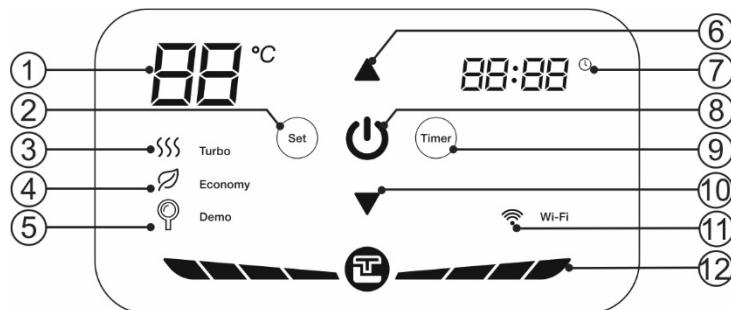

Рисунок 3. Панель управления
Рисунок 3: 1 – указатель температуры, 2 – кнопка «Set», 3 – индикатор «Turbo», 4 – индикатор «Economy», 5 – индикатор «Demo», 6 – кнопка «▲», 7 – указатель времени, 8 - кнопка «I/O», 9 – кнопка «Timer», 10 – кнопка «▼», 11 – индикатор «Wi-Fi» (опционно для моделей Wi-Fi), 12 – индикатор нагрева.
Включение/выключение ЭВН осуществляется кнопкой «I/O» на панели управления (Рис. 3, п.8), при этом на светодиодный индикатор показывает заданную температуру нагрева. Режим «Turbo» включается автоматически, при этом максимальная мощность составляет 2000 Вт. В процессе эксплуатации ЭВН потребитель может выбирать температуру нагрева при помощи двух клавиш «▲» «▼» (Рис. 3, п.6 и п.10). При кратковременно нажатии клавиш значение температуры будет изменяться на 1 градус в секунду, при долговременном нажатии – на 5 градусов в секунду. Диапазон регулировки температуры составляет от 30°C до 75°C, а температура по умолчанию составляет 75°C. Нажмите кнопку «Set», чтобы переключить ЭВН в экономичный режим «Economy». При переходе в экономичный режим включается индикатор экономичного режима, и температура будет заблокирована на значении 55°C при мощности нагрева 1300 Вт. В экономичном режиме температуру нельзя регулировать вручную. Нажмите кнопку «Set» снова, чтобы выйти из экономичного режима.
1. Установка времени включения. указатель времени (Рис. 3, п.7) должен светиться. Нажмите кнопку «Set», установить значение ЧАСЫ с помощью кнопок «▲»
«▼» (Рис. 3, п.6 и п.10). Кратковременное нажатие изменяет значение +1/-1, длительное нажатие - +5/-5. Диапазон значения ЧАСЫ: 0-23. Повторно нажмите «Set», установите значение минуты таким же способом.
2. Установка времени выключения. После установки времени включения нажмите кнопку «Set», иконка должна мигать. Нажмите кнопку «Set», установить значение ЧАСЫ с помощью кнопок «▲» «▼» (Рис. 3, п.6 и п.10). Кратковременное нажатие изменяет значение +1/-1, длительное нажатие - +5/-5. Диапазон значения ЧАСЫ: 0-23. Повторно нажмите «Set», установите значение минуты таким же способом.
3. При установке значения ЧАСЫ таймер отключится, если кнопок кнопок «▲» «▼» (Рис. 3, п.6 и п.10) не касаться более 5 секунд.